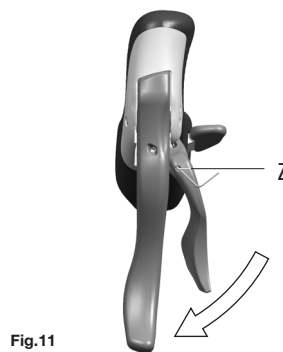
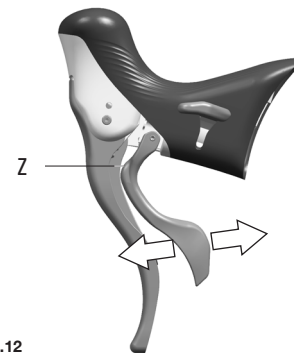

Fig.11
Fig.12
La posizione della leva esterna, più o meno vicina alla leva del freno, è impostabile agendo sul grano presente all'interno del foro Z (Fig.11 / Fig. 12). La corretta posizione della leva esterna deve essere tale che la leva sfiori, ma non tocchi, il gommino presente sulla leva del freno.
• Ruotate la chiave a brugola in verso orario (Fig.11) se dovete allontanare la leva dalla leva del freno (Fig. 12) oppure in verso antiorario se dovete avvicinare la leva.